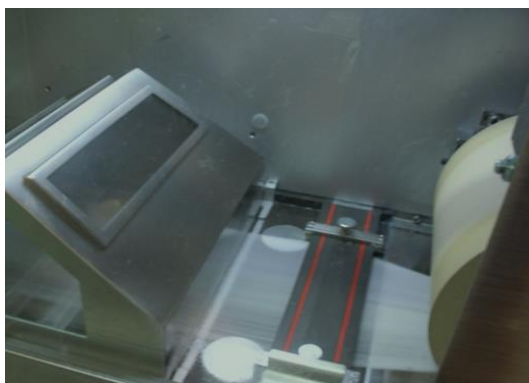

图3 丝束带的展幅宽度
1. 丝束开松宽度太宽。丝束带在输送过程中将已吸附增塑剂的飞花带入滤条。应及时清理喷洒室两侧的丝束飞花，将丝束带在第三级风力开松处的展幅宽度调整为： $225\pm 25\text{mm}$ （图3）。